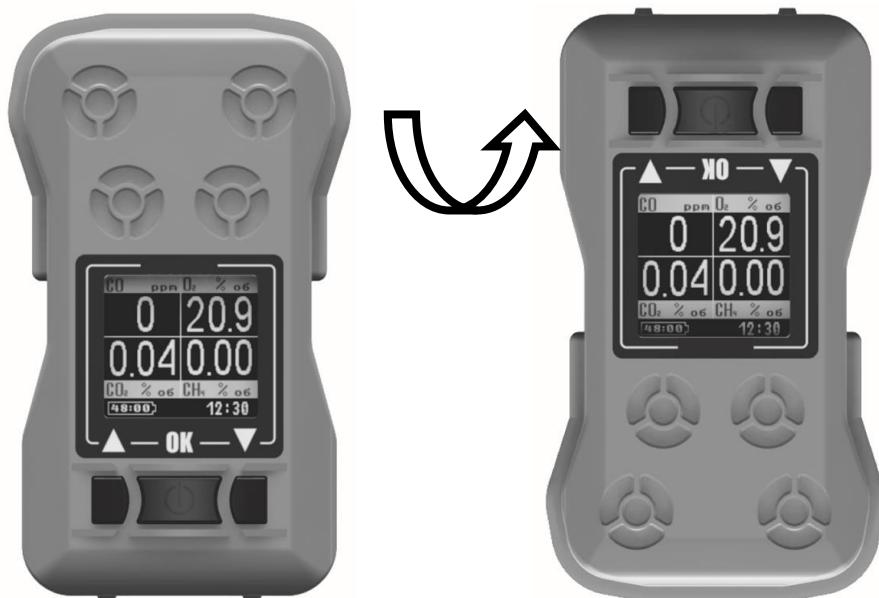

Рисунок 5. Автоматическая функция поворота изображения на дисплее
Прибор имеет функцию поворота дисплея в зависимости от своего пространственного положения. При повороте прибора на угол более 90 ± 30 градусов относительно рабочего положения дисплей автоматически развернется на 180 градусов (рис.5) и вернется в исходное состояние при повороте прибора обратно в рабочее положение.
- концентрация оксида углерода (CO), млн⁻¹ - левый верхний угол дисплея;
В данном режиме отображается измеряемый параметр (поз.1 на рис.5), значение измеряемого параметра (2), единицы измерения (4), оставшееся время работы прибора от батареи (3) и текущее время (5) в формате "ЧЧ:ММ". Чтобы перейти в следующий режим необходимо нажать кнопку "▼" для перехода к следующему режиму или кнопку "▲" - для переходу к предыдущему режиму.